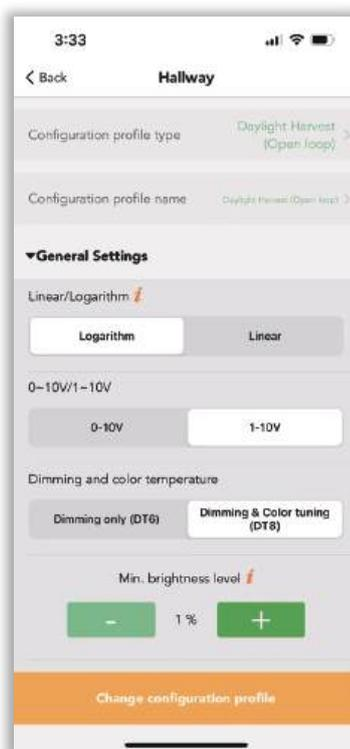

Abbildung 17.2
1. Ändern Sie ein Konfigurationsprofil, mit dem Sie ein neues Profil erstellen oder ein Profil aus den Standardeinstellungen des Systems auswählen können. Bevor der Benutzer mit der Konfiguration des Profils beginnt, muss er zunächst auf "Konfigurationsprofil ändern" klicken. Wie die Zone Hallway (siehe Abbildung 17.2). Dann gibt es , der es dem Benutzer ermöglicht, ein gemeinsames Konfigurationsprofil durch Scannen des QR-Codes oder des Schlüssels im verschlüsselten zufälligen Schlüssel zu erhalten. Es gibt 7 Standardeinstellungen in der Koolmesh-App, die der Benutzer entsprechend seiner tatsächlichen Anwendung auswählen kann, aber diese Profile mit  können nicht bearbeitet, geteilt oder gelöscht werden. Für diese vom Benutzer erstellten Profile können Sie die Daten bearbeiten, freigeben und löschen (siehe Abbildung 17.3).